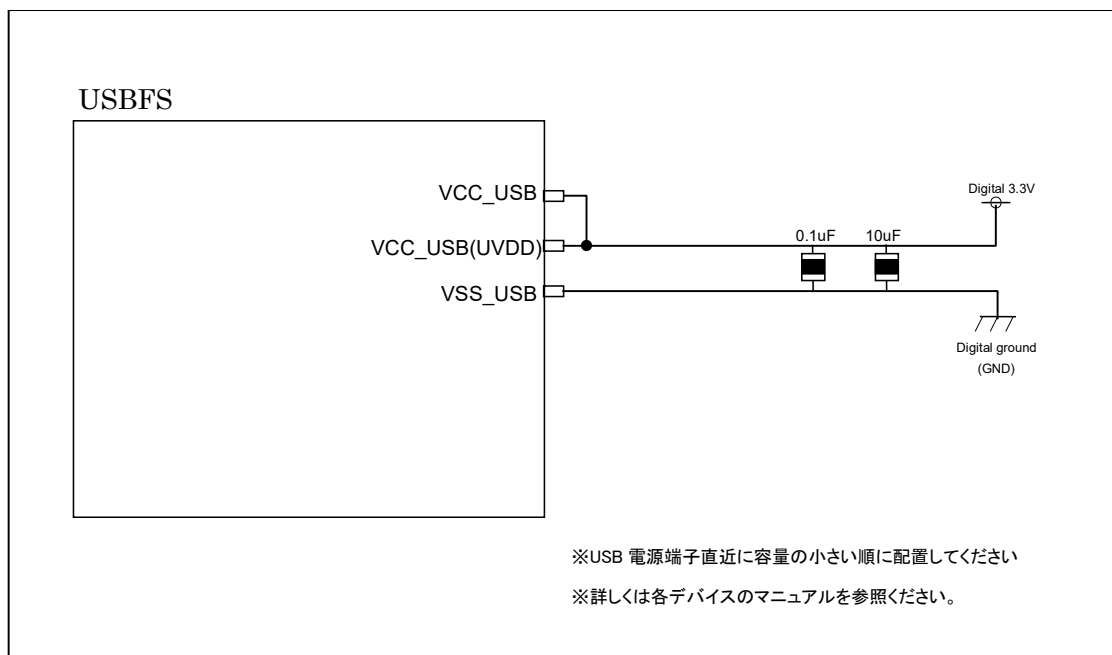

図 4.2 USBFS の電源・GND 接続例
- ・ デカップリングコンデンサの容量値としては、0.1uF, 10uF の容量を USB 電源端子の直近に配置することを推奨します。図 4.2 USBFS の電源・GND 接続例にデカップリングコンデンサの配置例を示します。